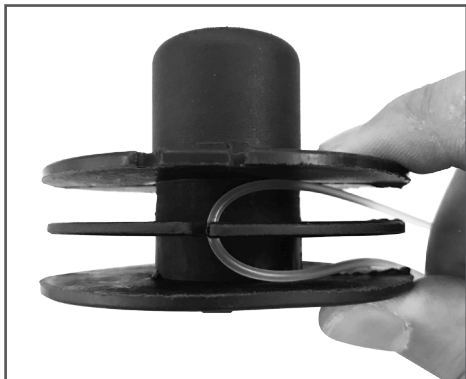

Рис. 15 Замена корда
- Отрежьте 2,5-3 метра корда, сложите его вдвое и выровняйте концы. Середину корда вставьте в специальный паз в катушке (Рис. 15).